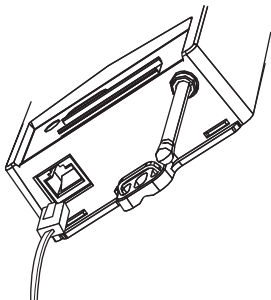
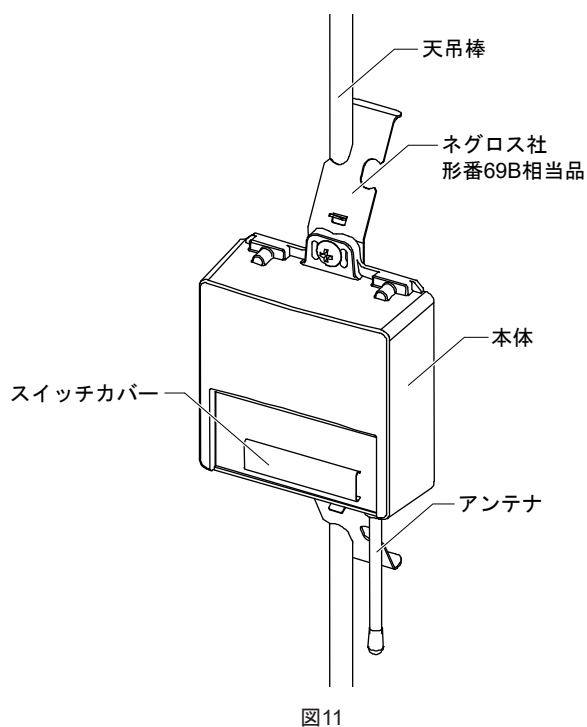

図8 コネクタ付きケーブル差込口
図11
## (2) 天吊棒に金具取付 (図11参照)
- ① スイッチカバーを手前に引っ張って外し、周波数チャンネルとグループアドレスおよびUTアドレスを設定します。設定が終わったら、スイッチカバーを取り付けます(「設定作業」の項参照)。
- ② 天吊棒にネグロス社 形番69B相当品(別途手配品) 2個を5~10mm程度の間隔を空けて、はめ込み、固定します。
- ③ 形番69B金具に付属されているM5ねじで、本体と形番69B相当品を固定します。
- ④ コネクタ付きケーブル(形番940-SP-3088R)を本体の差込口に差し込み(図8参照)、反対側をコントローラのUSER I/Fコネクタに接続します。コネクタ付きケーブルの長さは最長50mです。
- ③ コネクタ付きケーブル(形番940-SP-3088R)を本体の差込口に差し込み(図8参照)、コントローラのUSER I/Fコネクタに接続します。コネクタ付きケーブルの長さは最長50mです。